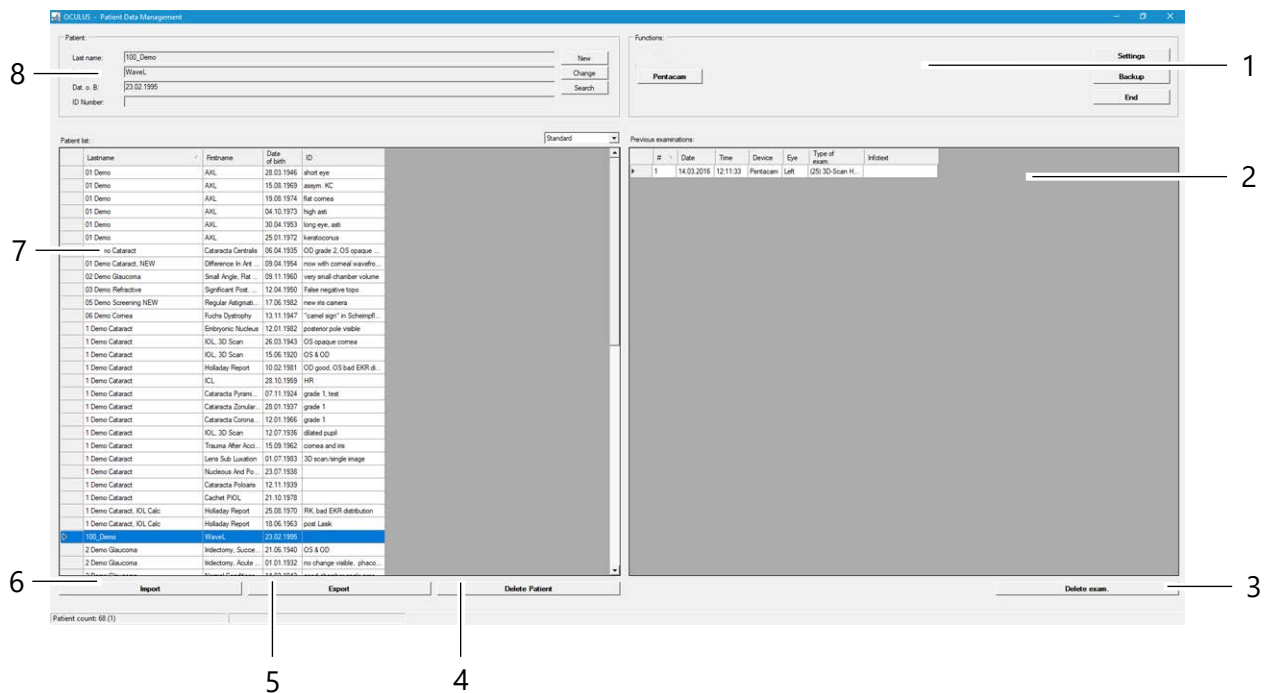

Fig. 8-1: Interfaz de usuario de la gestión de datos de pacientes
- ➔ Después de seleccionar un paciente, inicie el programa Pentacam® haciendo clic en el botón [Pentacam] (Pentacam) → Fig. 8-1 (página 35).